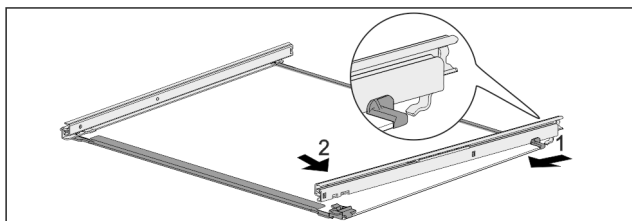

Fig. 126 Placa de sticlă cu șine
- ▶ Agățați șina în partea din spate. Fig. 126 (1)
- ▶ Înclicetați șina în partea din față. Fig. 126 (2)